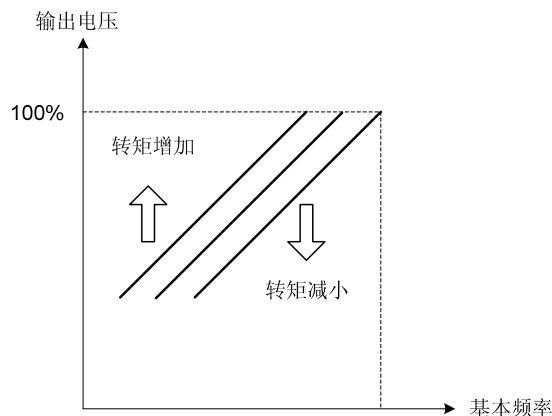

图 4.3.14 调整转矩补偿增益增加输出转矩
- .确认低速时输出电流不会超过变频器额定输出电流，参照图 4.3.14 的转矩补偿增益调整。